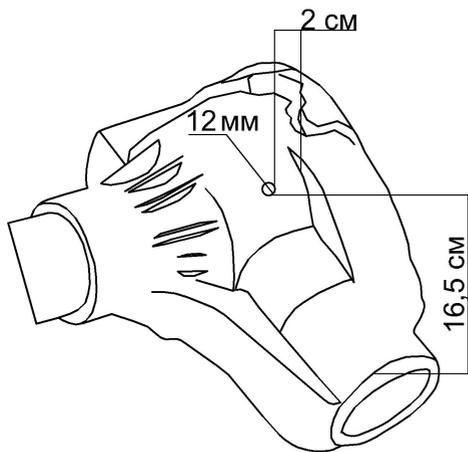

рис. 2
8. Определите место для сверления отверстия под электропровод, закерните. (рис. 2)
9. Просверлите отверстие $\varnothing 12$ мм. (рис. 2)